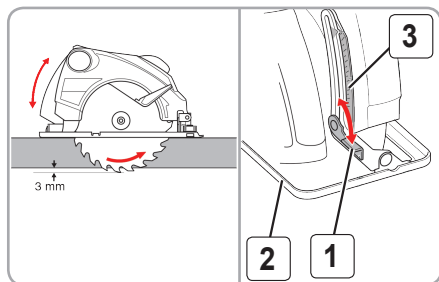

Fig.9
- Se slăbește șurubul de reglare Fig 9 (1) - în sensul invers acelor de ceasornic
- Ridicați/coborâți placa de bază Fig 9 (2) până la adâncimea de tăiere dorită, adâncime care poate fi setată pe o scală cu ajutorul indicatorului Fig 9 (3)